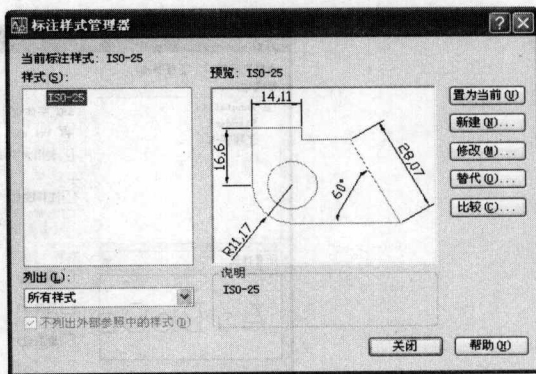

图 1-16 “标注样式管理器”对话框
(1) 定义尺寸标准样式的命令是 DIMSTYLE。单击“样式”工具栏上的(标注样式管理器)按钮,或选择“标注”→“标注样式”命令,即可执行 DIMSTYLE 命令,这时将打开“标注样式管理器”对话框,如图 1-16 所示。